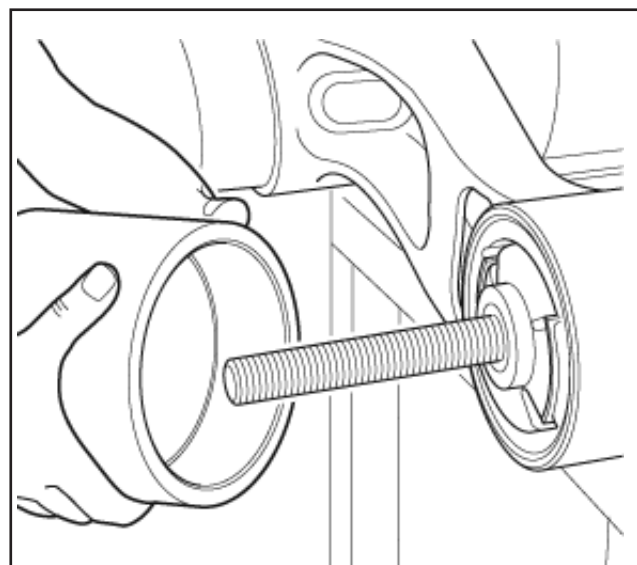

Fig 3.27
12. Appuyer l'entonnoir " D " sur le tube extérieur du bras oscillant opposé au FBT " C " (renforcement vers la bague d'axe d'articulation) (figure 3.27).